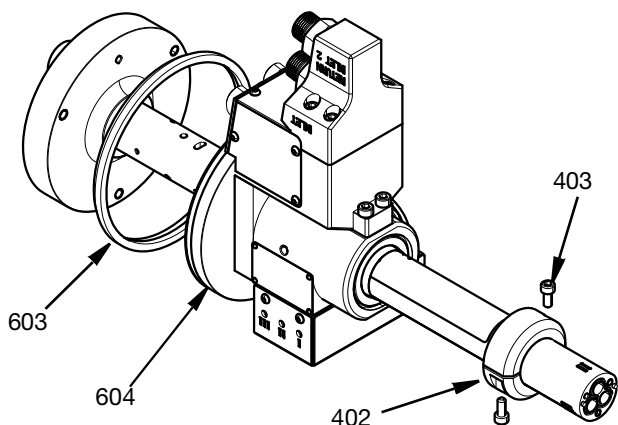

FIG. 25
- Placera tätningringen (603) i spåret på utsidan av lagerhuset (604). Skjut på den färdiga enheten på mittkroppen (101) och se till att lagerhuset ligger an mot mittkroppen. Skjut låsringen (401) på mittkroppen och dra åt de två M5-skruvorna (403). Moment till 6,5 N•m (57,5 in-lbs). Se FIG. 25.